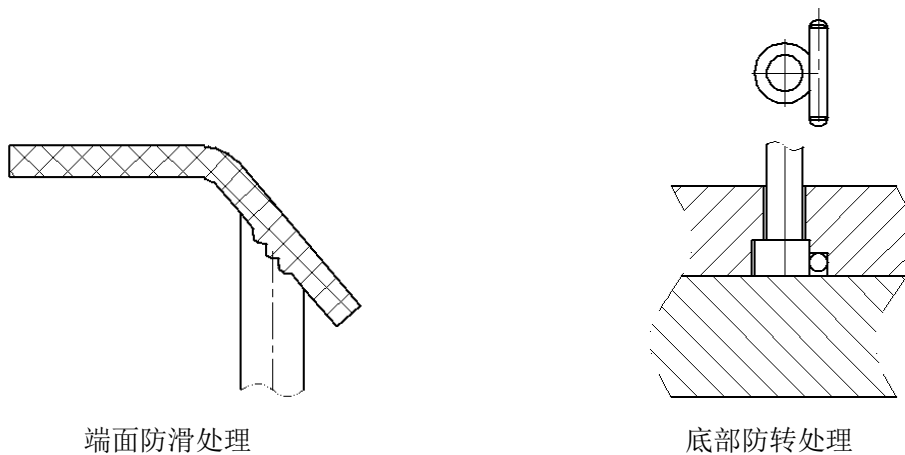

图 7-3
- (1) 推杆尽量排布在顶出力较大的地方。如产品的拐角处，加强筋部位等。
- (2) 优先选用同一规格的推杆，优先选用大号推杆，优先将推杆排在同一条直线上。
- (3) 优先将顶针排在平面上，如果只能排在斜面上时，则顶针端面应做防滑处理，底部应做防转。如图 7-3 所示：